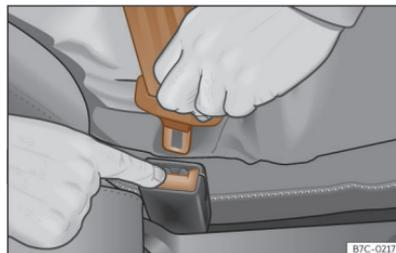

Fig. 38 Soltar la lengüeta del cierre del cinturón.
• Presione la tecla roja en el cierre >>> **fig. 38.** La lengüeta saltará del cierre.